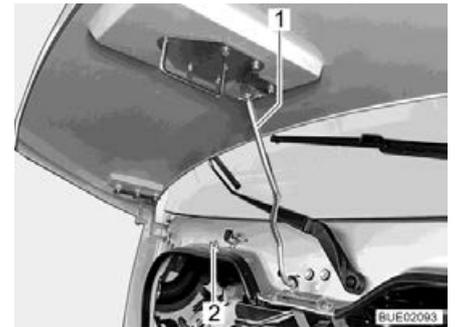

Bild 51 Sicherungsstange (Ixeo I)
- Sicherungsstange (Bild 51,1) aus Halterung (Bild 51,2) nehmen und in Aufnahme an der Motorhaube einhängen.
- Sicherungsstange (Bild 51,1) aus Aufnahme an der Motorhaube aushängen und in Halterung (Bild 51,2) drücken.